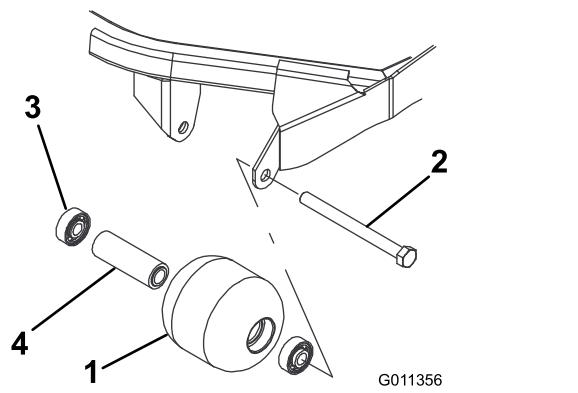

Bild 82
1. Entfernen Sie die Rollenbefestigungsschraube (Bild 82).
4. Prüfen Sie das Rollengehäuse, die Lager und das Distanzstück auf Beschädigungen (Bild 82).
1. Drücken Sie das erste Lager in das Rollengehäuse (Bild 82). Drücken Sie dabei nur auf den äußeren Ring oder gleichmäßig auf die inneren und äußeren Ringe.
2. Setzen Sie ein Distanzstück ein (Bild 82).
3. Drücken Sie das zweite Lager in das Rollengehäuse (Bild 82). Pressen Sie dabei gleichmäßig auf den inneren und den äußeren Käfig, bis der innere das Distanzstück berührt.